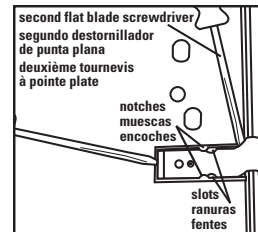

Fig. 4
5. Introduzca la punta de otro destornillador de punta plana entre la pared lateral y la unidad del muelle. Mantenga la parte posterior levantada sobre el botón de plástico y empuje hacia atrás el muelle haciendo palanca con el otro destornillador hasta que las ranuras del muelle se deslicen y se alineen con las muescas de plástico. A continuación extraiga el muelle. **(Fig. 4)**
5. Insérer un deuxième tournevis à pointe plate entre la paroi latérale et le cadre du ressort. Tout en soulevant la partie arrière au-dessus du bouton de plastique, utiliser le deuxième tournevis pour écarter le ressort vers l'arrière jusqu'à ce que les fentes du ressort soient à égalité avec les encoches de plastique. À cette étape, le ressort peut être retiré. **(Fig. 4)**